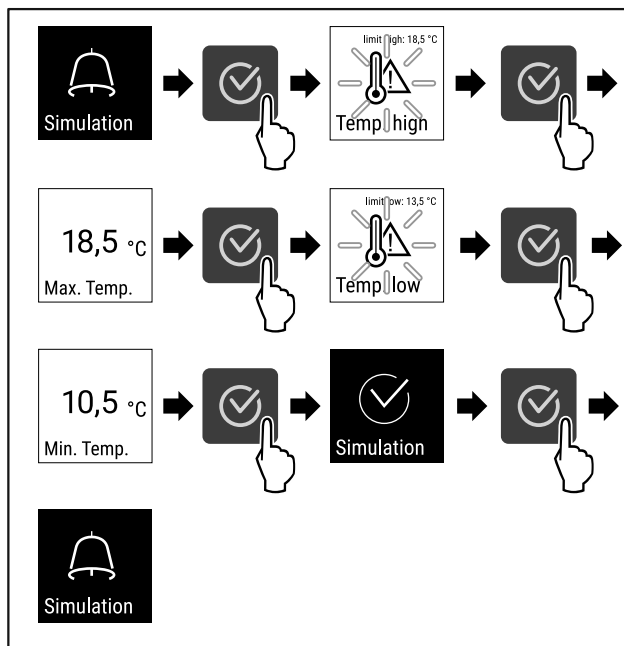

Fig. 108
- ▶ Wykonać czynności (patrz Fig. 108).